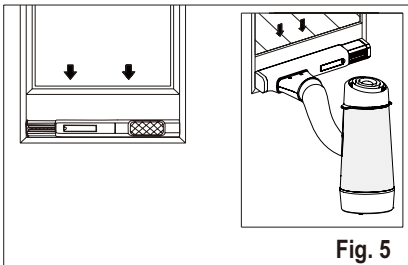

Fig. 5
3. Installer vindussettet på vinduet og skyv adapter B inn i glidestykket settet for vindu og tett. (Fig. 5 og 6)